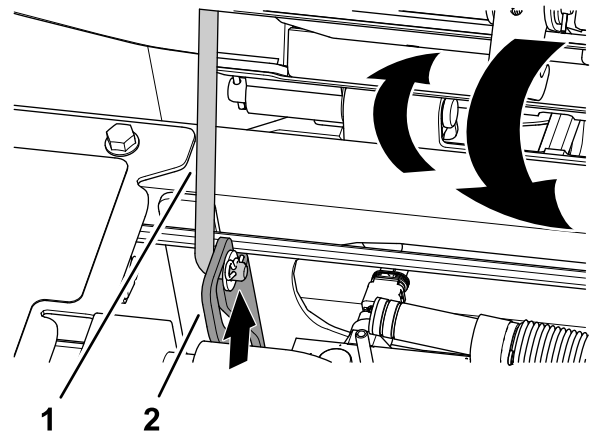

Figura 102
1. Rotiți ușor scaunul, ridicați tija de susinere din creștătura fantei de susinere a scaunului (Figura 102).